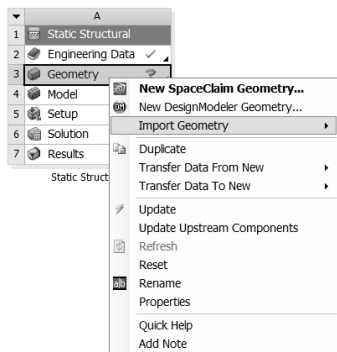

图 5-6 导入几何体
Step1 :在 A3 (Geometry) 上右击,在弹出的快捷菜单中选择 Import Geometry Browse 命令,如图 5-6 所示,此时会弹出“打开”对话框。